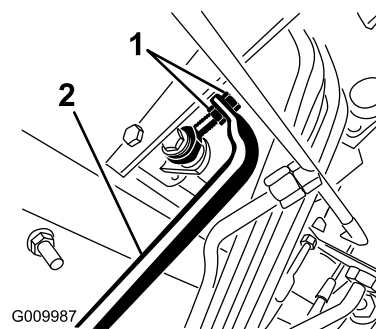

Figura 71
5. Ajuste las contratueras del extremo de la varilla de la bomba para desplazar el tubo de control de la bomba hacia adelante, para eliminar el movimiento de la máquina hacia adelante, o hacia atrás, para eliminar el movimiento hacia atrás (Figura 71).